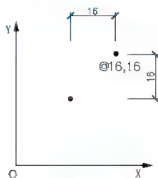

图 2.47 相对直角坐标
(2) 相对直角坐标:相对于前一点的坐标值,相对直角坐标的输入方法为“@X,Y”,如输入“@16,16”,结果如图2.47所示。